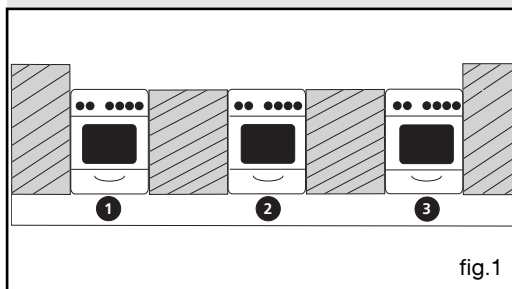

fig.1
Vous devez respecter les cotes d'encastrement suivantes (fig.1 et 2):
- Enfoncez un tournevis entre la tôle du capot et la trappe puis faites pivoter la trappe (fig.1).